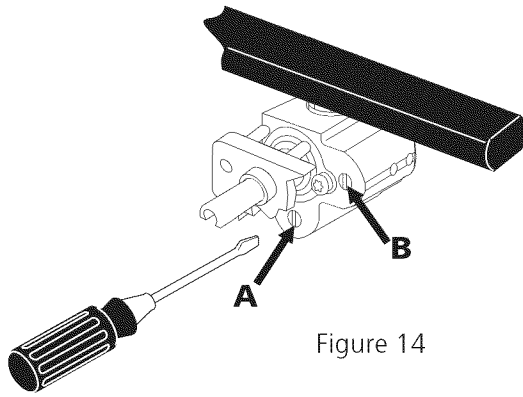

Figure 14
11.5 Réglage de la position «LOW» du robinet de brûleur à valve double (Fig. 14)